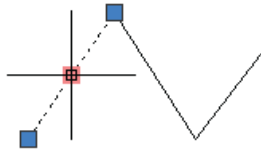

Рис. 3.6. Вибір об'єкта кліком курсору
1) виберемо (виділимо) відрізок ламаної лінії, для цього klikнемо курсором по відріжку (рис. 3.6).